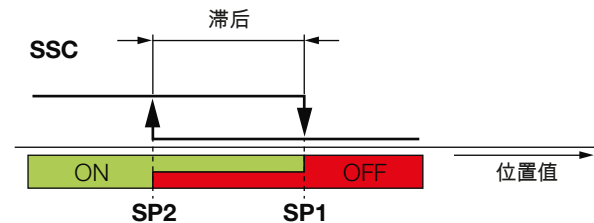

图 6-3: 两点模式中不存在识别的示例
- 两点模式 (two-points mode, 图 6-3) : 值 : 3